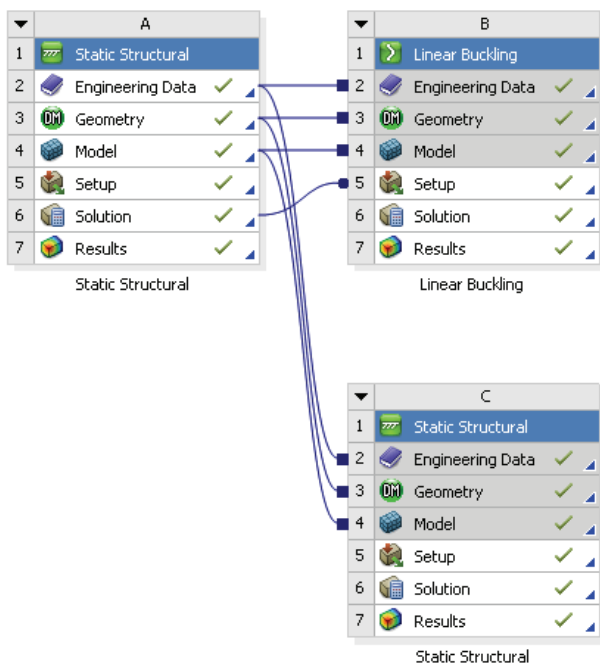

图 9-24 完成的分析项目工程图
1) 单击 Mechanical 界面右上角的“关闭”按钮，退出 Mechanical 返回到 Workbench 主界面。此时主界面中的项目管理区中显示的分析项目均已完成，如图 9-24 所示。